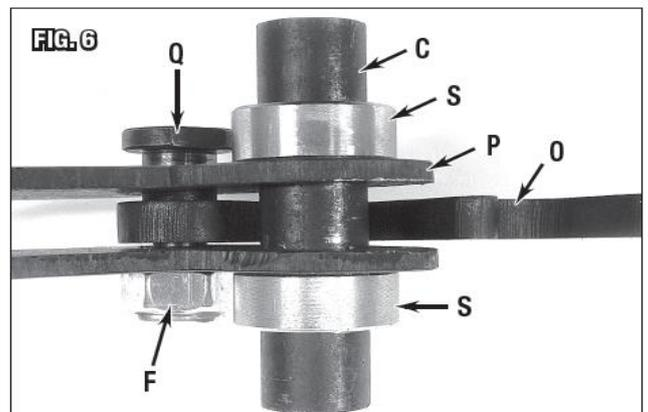

Рис. 6
1. Вставить распорную втулку $\text{Ø}1''\times 4''$ [$\text{Ø}26\times 102$ мм] в отверстия в узел трещотка/рычаг и надвинуть до буртиков вала (S) по обе стороны (Рис. 6). Затянуть фиксирующие винты буртиков вала (S) шестигранным ключом 4 мм.